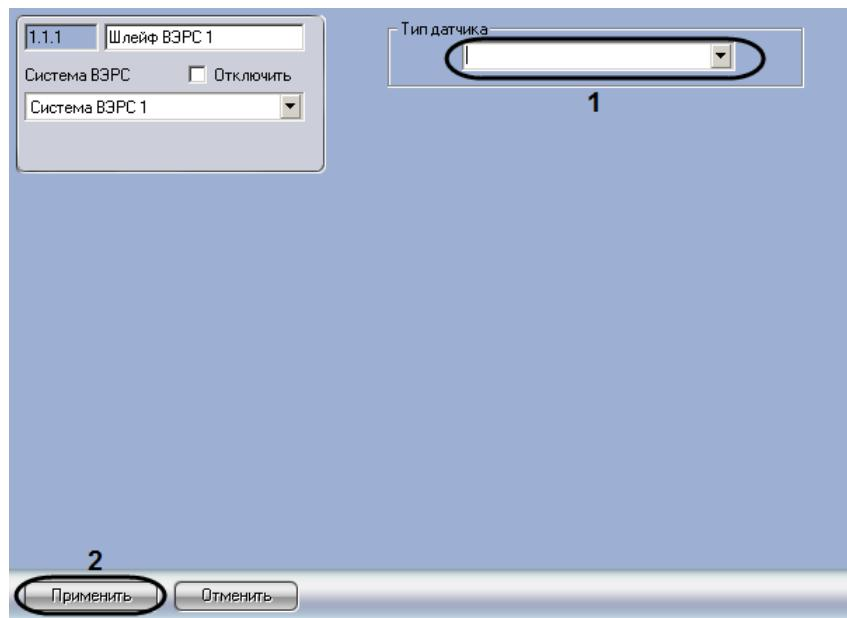

Рис. 3.5—2 Настройка шлейфа ОПС ВЭРС-ПК24мм
2. Из раскрывающегося списка **Тип датчика** выбрать тип установленного на шлейфе датчика (см. Рис. 3.5—2, 1).
3. Нажать на кнопку **Применить** (см. Рис. 3.5—2, 2).